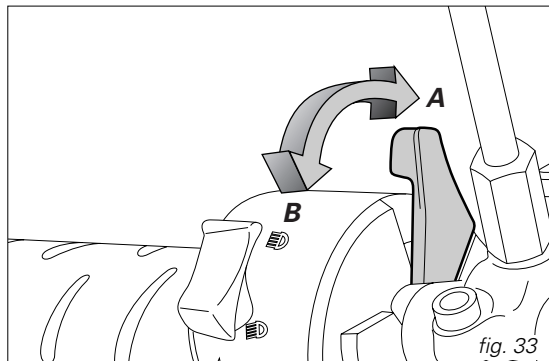

fig. 33
2) Spostare la leva comando starter in posizione (B) (fig. 33).